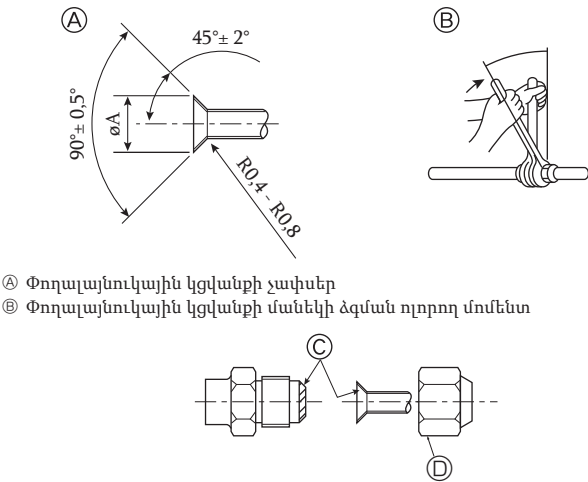

Fig. 4-8
Ⓐ (Fig. 4-8)
Ⓑ (Fig. 4-8)
4.2. Խողովակների միացում (Fig. 4-8)